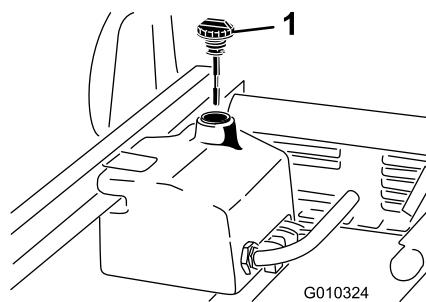

Figura 65
4. Limpie la zona alrededor del cuello de llenado y el tapón del depósito hidráulico (Figura 65).
6. Retire la varilla (Figura 65) del cuello de llenado y límpielo con un paño limpio.